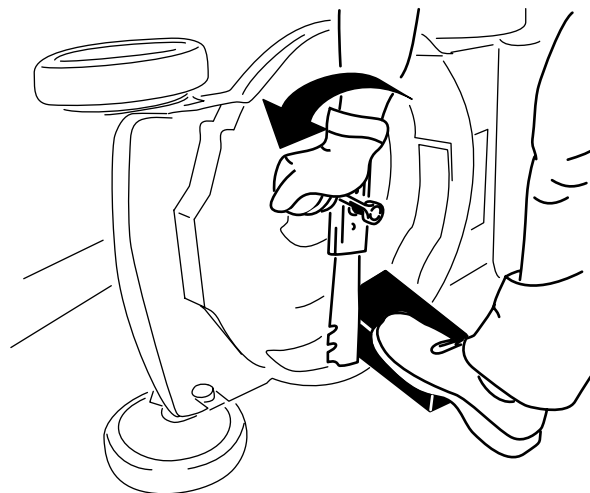

Figure 25
2. Immobilisez la lame avec un morceau de bois (Figure 25).
3. Déposez la lame et conservez les fixations (Figure 25).